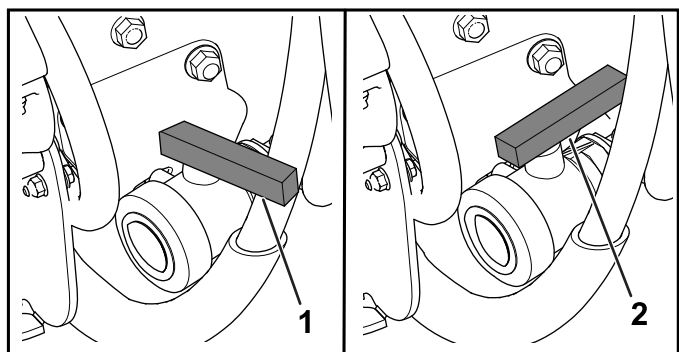

図 86
3. タンクのドレンバルブを開いて残っている薬液をすべて排出する (図 86)。
4. ドレンバルブを閉じる 図 86。